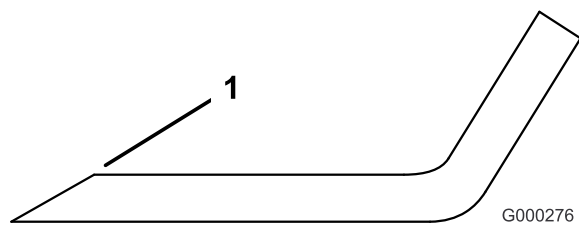

Рисунок 146
4. Заточите режущие кромки, если они затупились или имеют (Рисунок 146).